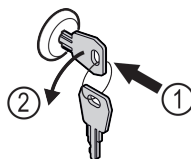

Fig. 160
- ▶ Uvucite ključ. Fig. 160 (1)
- ▶ Okrenite ključ za 90° nalijevo. Fig. 160 (2)